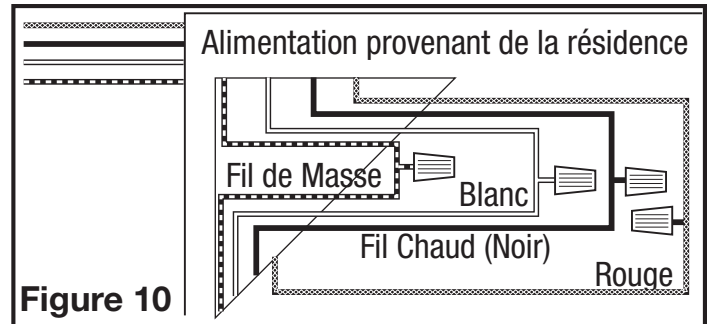

Figure 10
- 3b. À partir de l'endroit où vous avez choisi d'accéder à la boîte de jonction du ventilateur, connectez le fil blanc de la maison au fil blanc du ventilateur. Connectez le fil de la position automatique sur l'interrupteur mural au fil noir du ventilateur, connectez le fil de la position manuelle sur l'interrupteur au fil rouge du ventilateur. Connectez le fil de terre de la maison au fil vert du boîtier du ventilateur (Figure 10). Utiliser des méthodes approuvées pour toutes les connexions.